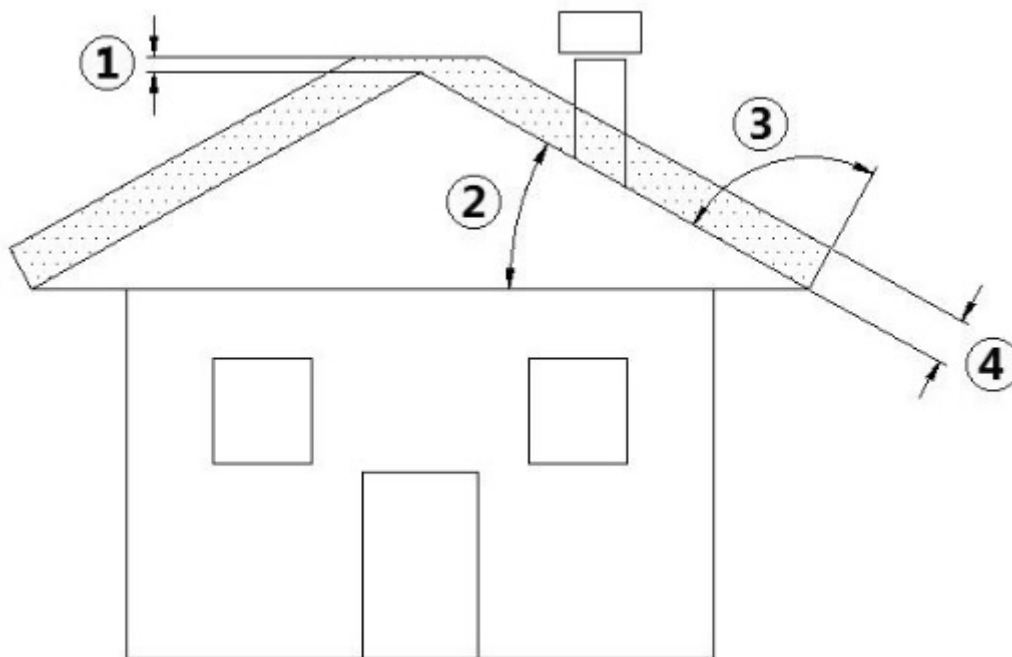

Fig. 2 - Dach skośny
OPIS	Fig. 2
- Poziom wylotu do atmosfery powinien być poza strefą odpływu spowodowaną ukształtowaniem dachu lub przeszkodami znajdującymi się w pobliżu (patrz **Fig. 2**).